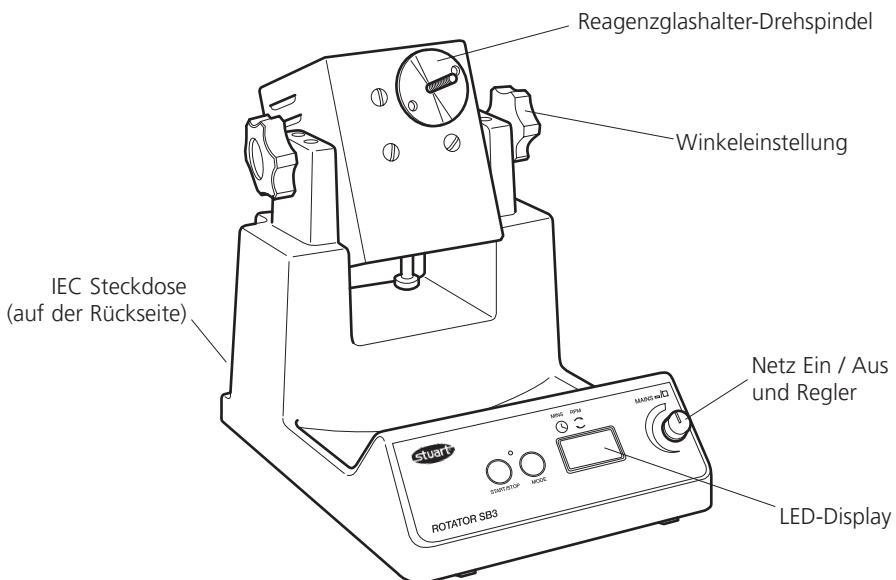

Abbildung 2: Rotator, einstellbare Drehzahl
Para guardar una velocidad frecuentemente utilizada, encienda la unidad pulsando el pomo de control (véase la fig. 2) y seleccione un valor de velocidad (2 a 40 rpm) y un valor de tiempo (1 minuto hasta 9999, 1 segundo hasta 90 minutos o 1 minuto hasta 9 horas o continuo ---) siguiendo las instrucciones indicadas anteriormente. Luego apague la unidad pulsando
Schalten Sie das Gerät durch Drücken des Reglers auf ON (siehe Abb. 2). Die aktuelle voreingestellte Rotationsgeschwindigkeit wird auf dem roten Display angezeigt (der rote Punkt im Display zeigt an, dass UPM gewählt ist). Die Geschwindigkeit kann durch Drehen des Reglers eingestellt werden. Nach dem Einstellen der gewünschten Drehzahl drücken Sie die Taste Start / Stop um die Rotation zu beginnen. Die Drehbewegung kann durch Drücken der gleichen Taste jederzeit wieder angehalten werden.
Um oft verwendete Drehzahl-/Zeitwerte zu speichern, wird das Gerät durch Drücken des Bedienknopfes (siehe Abb. 2) eingeschaltet (ON). Nun können Drehzahl (2 bis 40 UPM) und Zeit (entweder 1 bis 9999 Minuten, 1 Sekunde bis 90 Minuten bzw. 1 Minute bis 9 Stunden, oder Dauerbetrieb) nach obiger Anweisung gewählt werden. Schalten Sie anschließend das Gerät durch Drücken auf den Bedienknopf aus (OFF). Warten Sie 5 Sekunden und schalten Sie das Gerät durch Drücken des Bedienknopfes wieder